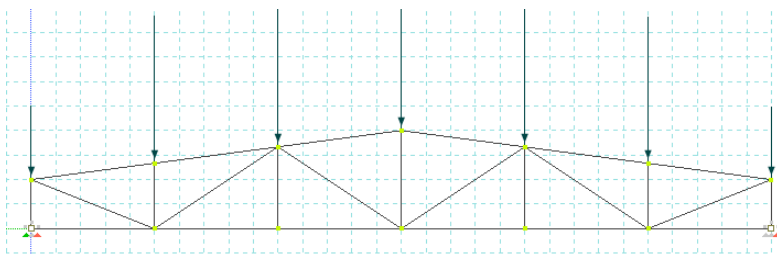

Рис. 63. Фрагмент схемы
- Затем с помощью курсора мыши необходимо созданный фрагмент добавить к расчетной схеме. Для этого курсор мыши подведите к пересечению точечных линий на сети построений (это точка $(0;0;0)$ глобальной системы координат) и при возникновении значка  подтвердите щелчком мыши точку вставки фрагмента схемы (рис. 63).